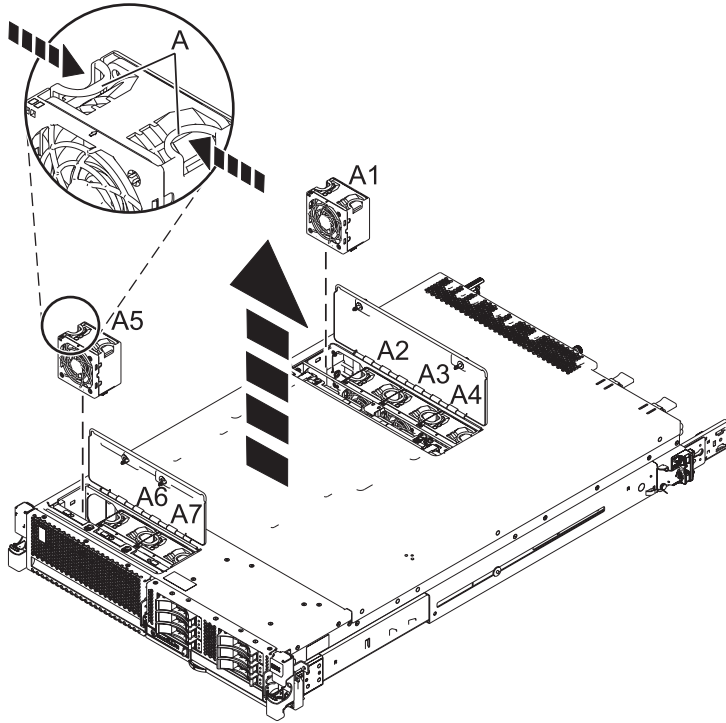

Figure 1. Retrait d'un ventilateur du modèle 31E/2B, 31E/1C, 31E/1D, 31E/2C ou 31E/2D
- a. Passez le câble du boîtier de ventilation par l'ouverture de la paroi du châssis, comme illustré dans la Figure 1.